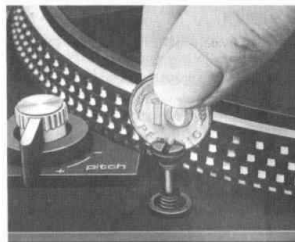

Fig. 1
Lösen Sie die Transportsicherungsschrauben (3) durch Drehen im Uhrzeigersinn (Fig. 1), bis sie ca. 15 mm tiefer rutschen. Entfernen Sie die Schutzsegmente des Plattentellers und ziehen Sie die Transportsicherungsschrauben — durch Weiterdrehen im Uhrzeigersinn — fest. Damit ist der Plattenspieler für die Spielstellung federnd gelagert (Fig. 2 B).
Dévisser les vis de sécurité pour le transport (3) (Fig. 1) en tournant dans le sens horaire jusqu'à ce qu'elles s'enfoncent d'environ 15 mm. Retirer les segments de protection du plateau et serrer les vis de sécurité en continuant à tourner dans le même sens. Maintenant, la platine, ainsi fixée dans sa suspension élastique, est prête à fonctionner (Fig. 2 B).
Loosen the transit safety screws (3) by turning them clockwise (Fig. 1) until they slide downward (about 15 mm) releasing the chassis from the base. Remove the securing pads between the chassis and the platter. Then continue turning the safety screws clockwise to tighten the screws. The turntable is now in spring-supported position required for play position (Fig. 2 B).